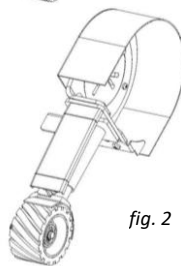

fig. 2
2. Une fois terminé, l'apparence ressemblera à la fig. 2.